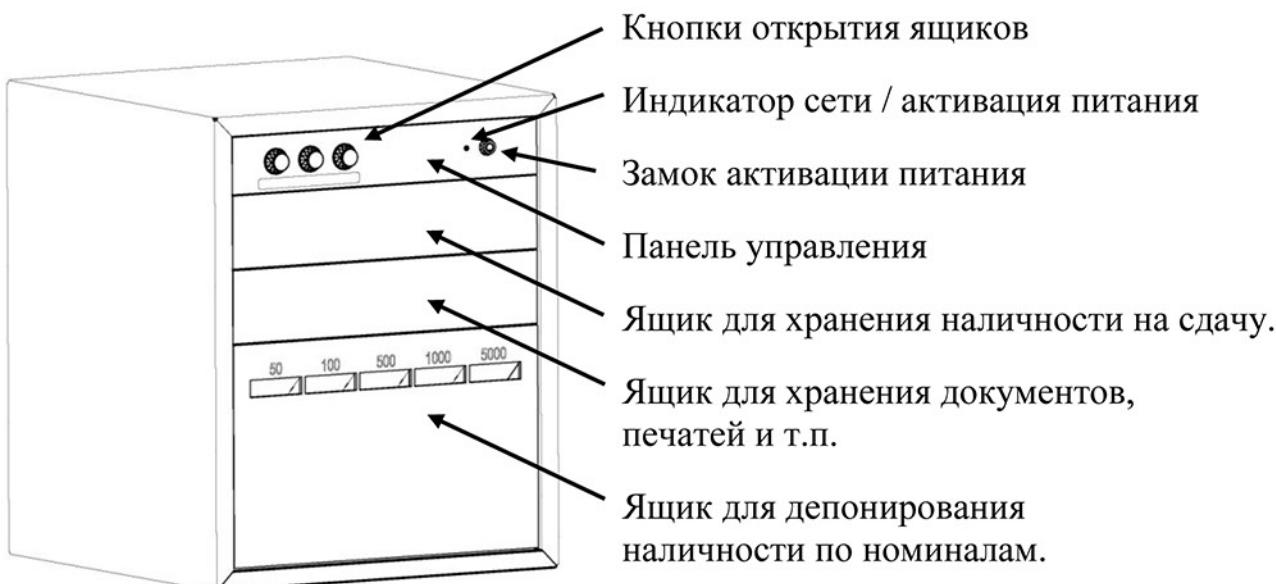

Рис. 1 Общий вид.
Общий вид и основные элементы управления приведены на рис.1.
2. Подключите сетевой кабель к блоку питания, затем низковольтный разъем блока питания воткните в гнездо, расположенное на задней стенке темпокассы (рис.2), при этом на панели управления красным цветом загорится индикатор сети (рис.1).